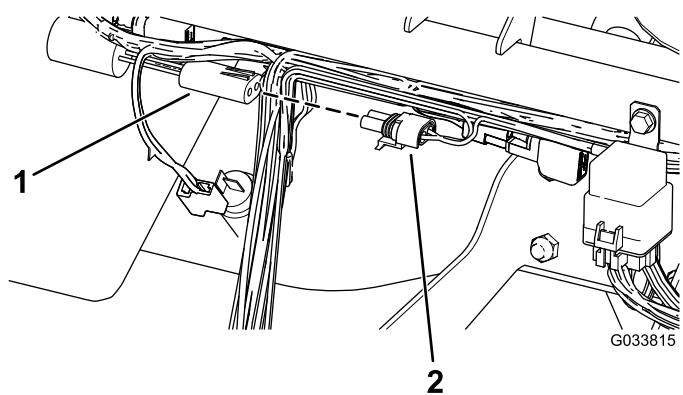

Figura 9
3. Collegate il connettore del cablaggio preassemblato contrassegnato come "timer di ritardo di un secondo" al timer di ritardo (Figura 9).